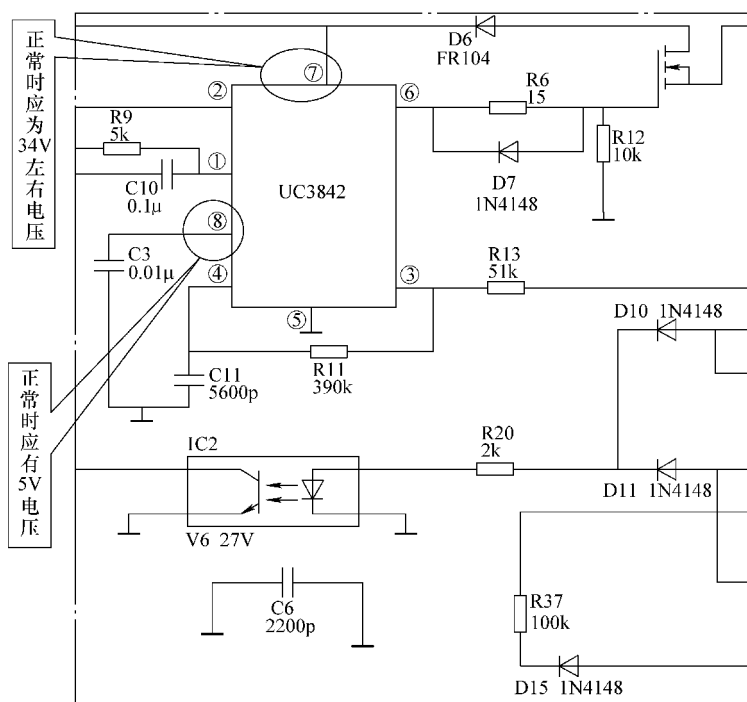

图 13-24 洪都电动自行车充电器控制部分电路截图
图文解说: 此类故障应重点检查指示灯是否烧坏或充电器电路电路主板是否存在故障。实际中多因充电器控制部分电路 UC3842 损坏较多见。首先用万用表测得无直流电压输出, 拆开充电器外壳检查熔丝管完好, 说明电路主板存在故障。如图 13-24 所示, 用万用表电压档测得 UC3842 的⑦脚电压偏低 (正常时应为 34V 左右电压), 而其余引脚无电压 (正常时⑧脚应有 5V 电压, 其余引脚也就有相应电压), 说明 UC3842 已损坏。更换同类型 UC3842, 或用 KA3842 代换后试机, 故障即可排除。